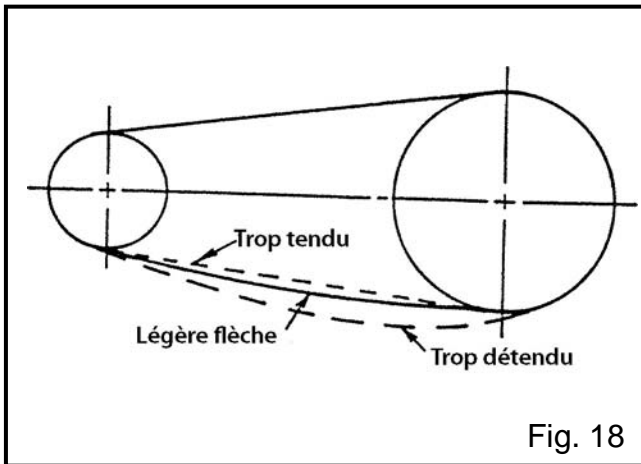

Fig. 18
ÉTAPE 1. Réduire la distance entre les axes de façon à pouvoir positionner la courroie sur les poulies et dans les gorges sans forcer sur les côtés des gorges. Disposer les courroies de façon que les deux brins aient à peu près la même flèche entre les poulies. Augmenter la distance entre les axes jusqu'à tendre les courroies, voir Fig. 18.